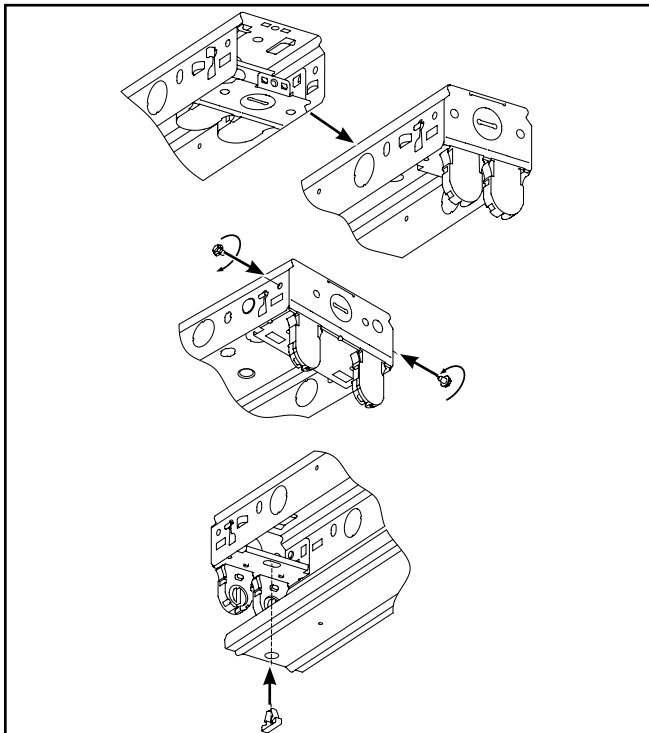

Figura 1.
1. Coloque el portacasquillo en su lugar (Figura 1).